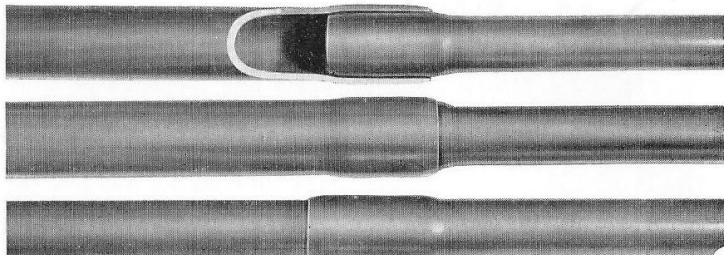

Bild 9
3.4 Herstellen einer Reduzierung (Bild 9)